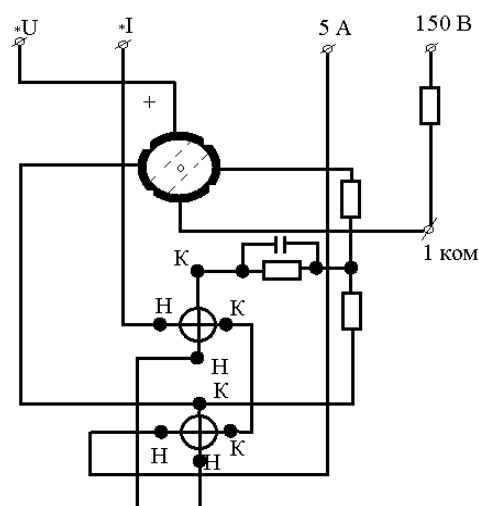

Рис. 1
2. Определить цену деления астатического ваттметра (рис. 1), шкала которого разбита на 150 делений, а параллельная обмотка рассчитана на 30 ма, если напряжение подведено: а) к зажиму $150 В$; б) к зажиму $1 кОм$.